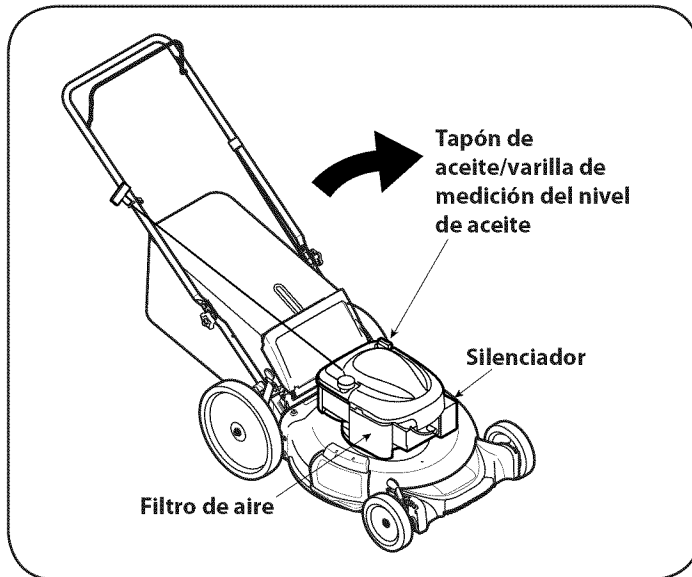

Figura 17
3. Quite la tapa/varilla medidora del nivel de aceite y drene el aceite al recipiente inclinando el motor hacia el tubo de llenado del aceite. Vea la Figura 17.
2. Inclíne la cortadora de césped de modo que quede apoyada sobre el alojamiento, mantenga el silenciador de costado hacia abajo. Refiérase a la figura 17. Sostenga firmemente la cortadora.